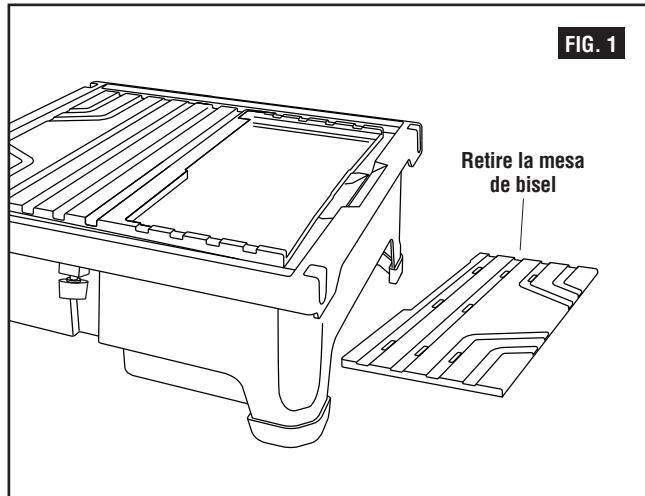

FIG. 1
1. Retire la mesa de bisel (Fig. 1).